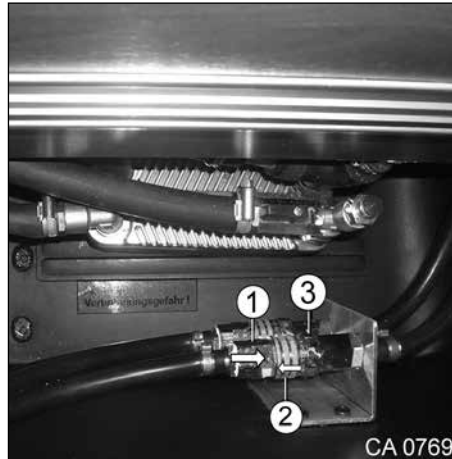

Fig. 107 Raccords du tapis chauffant du plancher en cabine
1. Tirer la bague (Fig. 107, pos. 2) en arrière tout en poussant le tuyau flexible (Fig. 107, pos. 1) fermement dans le raccord (Fig. 107, pos. 3).
2. Relâcher la bague (Fig. 107, pos. 2).
1. Pousser le flexible (Fig. 107, pos. 1) contre le raccord (Fig. 107, pos. 3) tout en tirant la bague (Fig. 107, pos. 2) en arrière.
2. Tirer le flexible (Fig. 107, pos. 1) hors du raccord (Fig. 107, pos. 3).